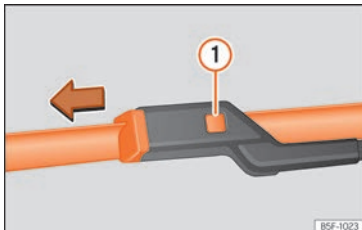

Abb. 159 Scheibenwischerblätter vorne auswechseln.
- Die Entriegelungstaste »» (Abb. 159) ① gedrückt halten und gleichzeitig das Scheibenwischerblatt vorsichtig in Pfeilrichtung abziehen.